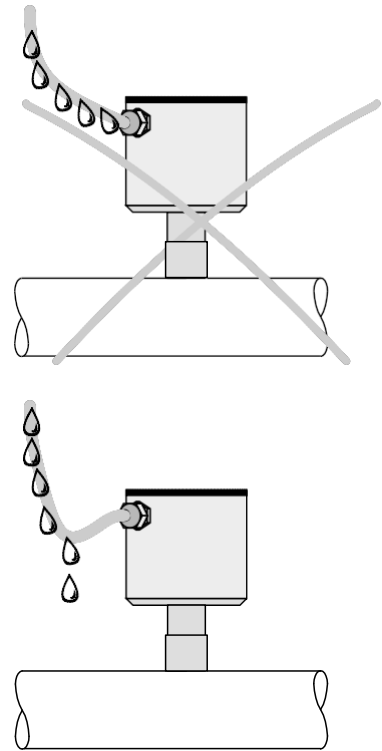

图 3
- 4) 使线缆通过橡胶密封进入如图 3 所示的电子装置外壳内, 以防潮气侵入。